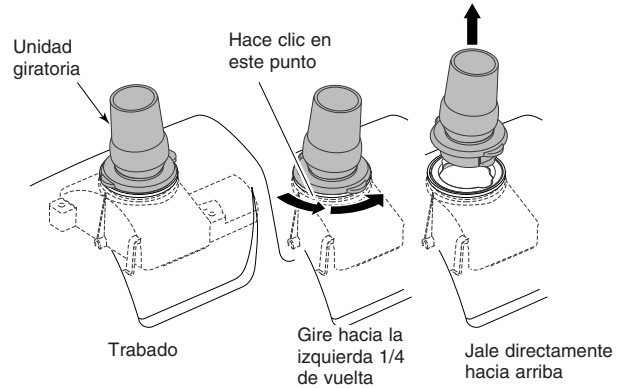

Figura 19
1. Saque la unidad giratoria (Figura 19) de la parte superior del limpiador girando 1/4 de vuelta hacia la izquierda y jalando directamente hacia arriba.